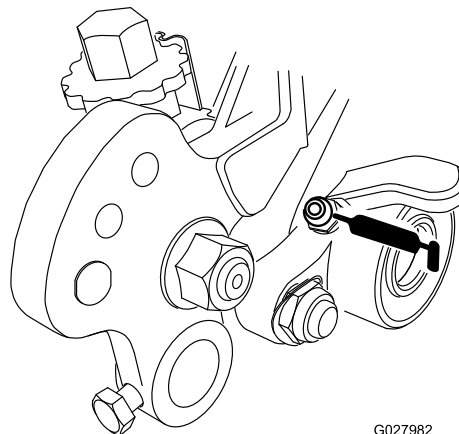

Figura 17
33. Lubrificate settimanalmente i cuscinetti del groomer (**Figura 17** e **Figura 18**) o dopo ogni 10 ore di lavoro, prima di lunghi periodi di inutilizzo e immediatamente dopo ogni lavaggio. Pompate il grasso nei raccordi